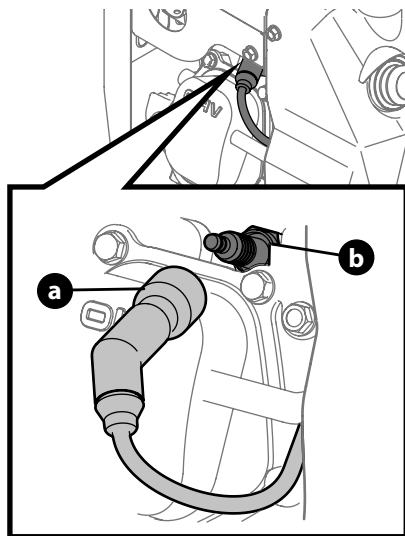

Figure 9
1. Débranchez le fil de la bougie (a) et mettez-le à bonne distance de la bougie (b). Voir Figure 9 pour l'emplacement de la bougie d'allumage.
1. Retirez le couvre-borne de la bougie d'allumage (Figure 9).